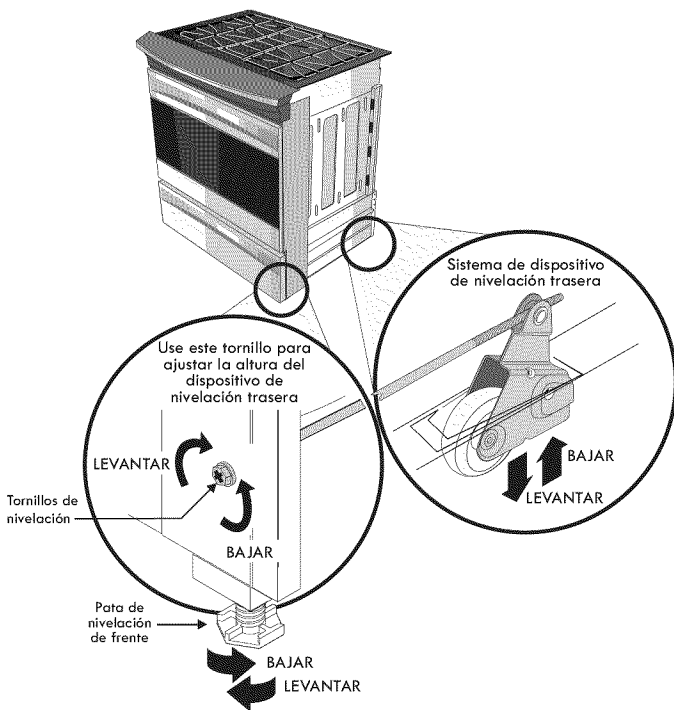

Figura 12
2. Baje el aparato, las patas de nivelación alternadamente, hasta que la parte baja de la superficie de cocción repose sobre el mostrador (Figura 12).